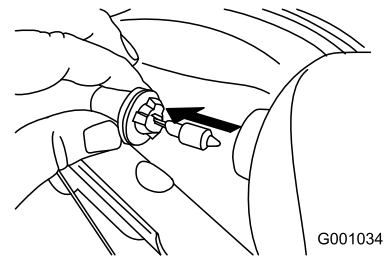

Bild 59
- Nehmen Sie die Glühbirne hinten am Scheinwerfer gerade heraus (Bild 59).